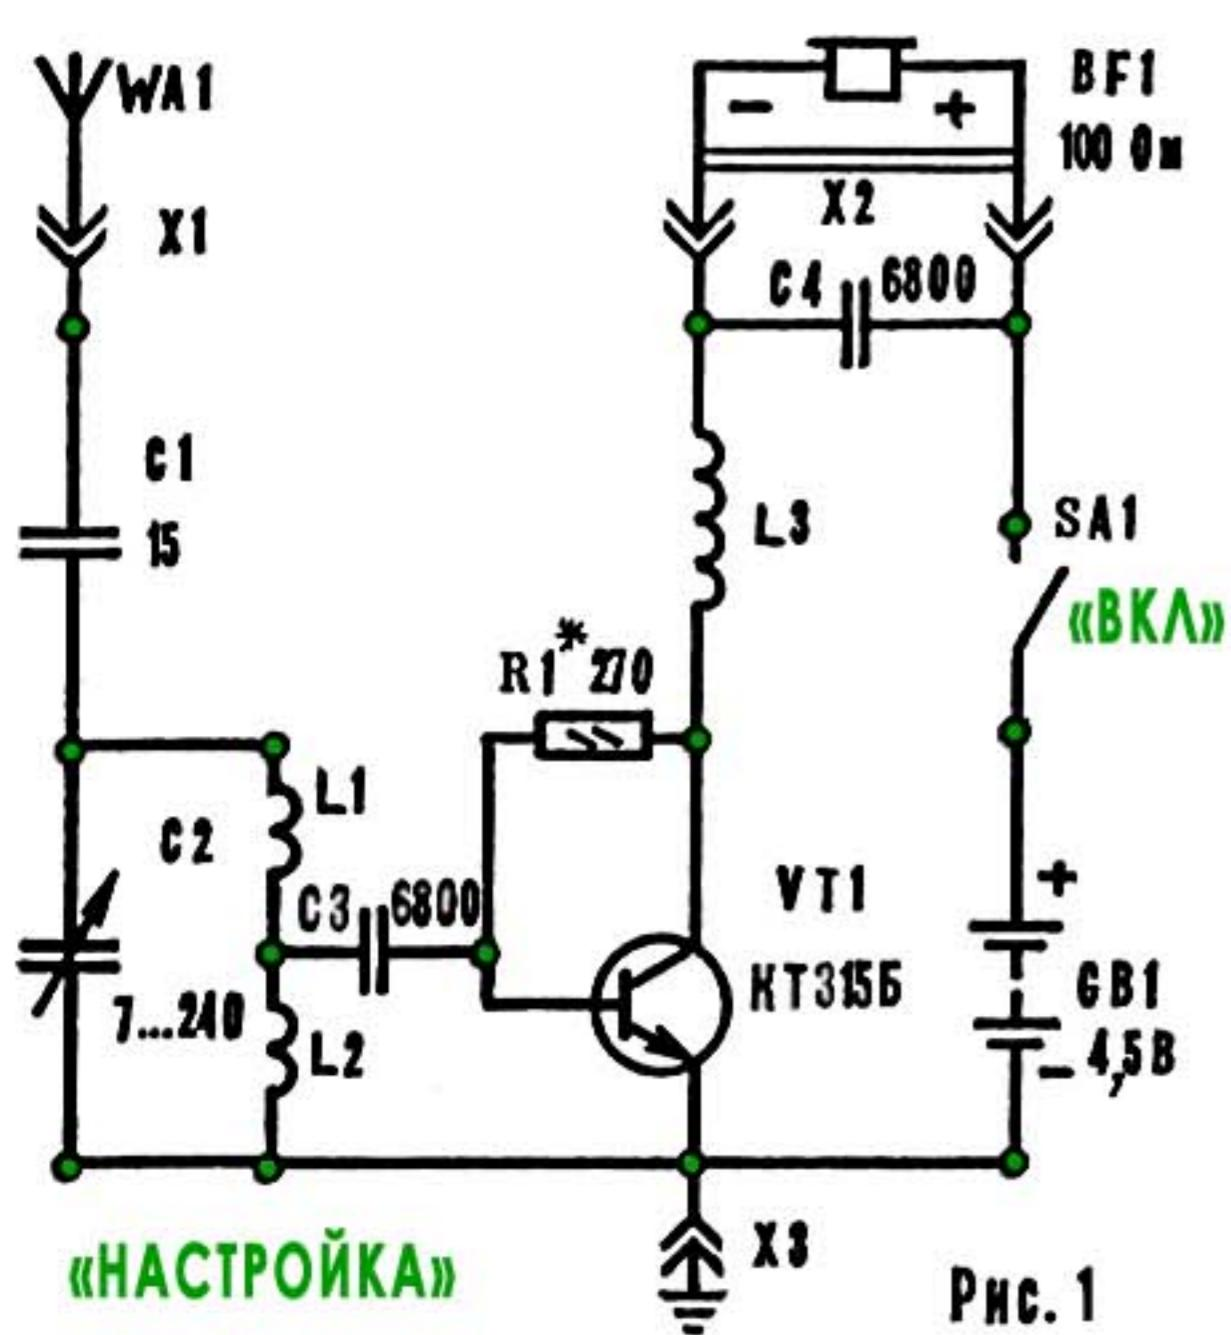

Рис. 1
**Радиоприемник прямого усиления 0-V-0** (рис. 1) работает в КВ диапазоне 25...50 м. Напряжение радиочастоты (РЧ) с антенны WA1 поступает через конденсатор C1 на колебательный контур L1L2C2. Выделенный им сигнал через конденсатор C3 подается на базу транзистора VT1, усиливается и детектируется в цепи коллектора. РЧ составляющая коллекторного тока фильтруется цепью L3C4, а составляющая звуковой частоты (ЗЧ) протекает через головные телефоны BF1 и воспроизводится ими. Источник питания — батарея GB1 на 4,5 В.